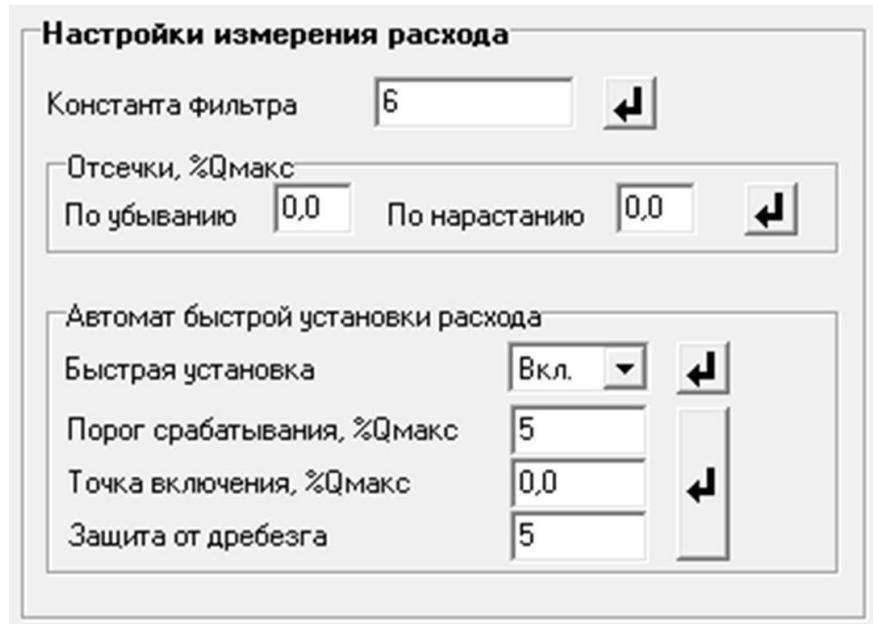

Рис.6. Вид группы «Настройки измерения расхода».
2.3.1. Установочные параметры измерения расхода находятся на вкладке **Настройки** основного окна программы «Монитор» в группе **Настройки измерения расхода** (рис.6).